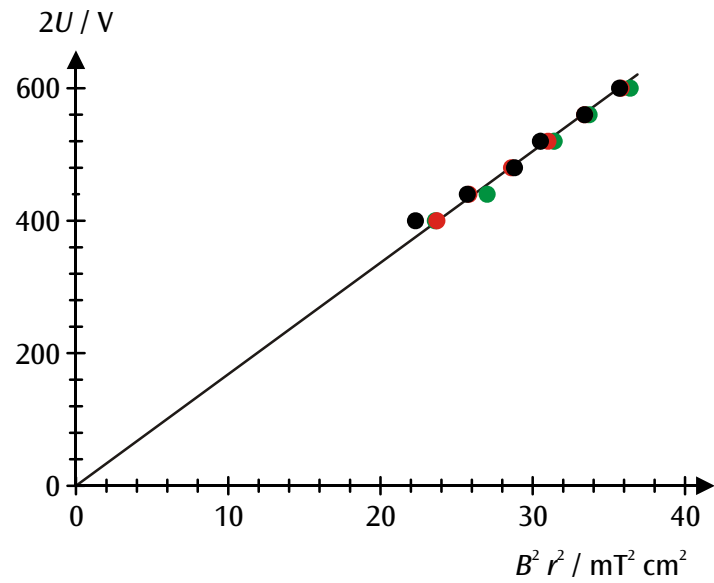

Fig. 3 Diagramme $r^2 B^2$ - $2U$ des valeurs mesurées (noir : $r = 5$ cm, rouge : $r = 4$ cm, vert : $r = 3$ cm)
- Pour évaluer les mesures, reportez les valeurs dans un diagramme $r^2 B^2 - 2U$ (voir la fig. 3). La rampe de la droite d'origine correspond à e/m .